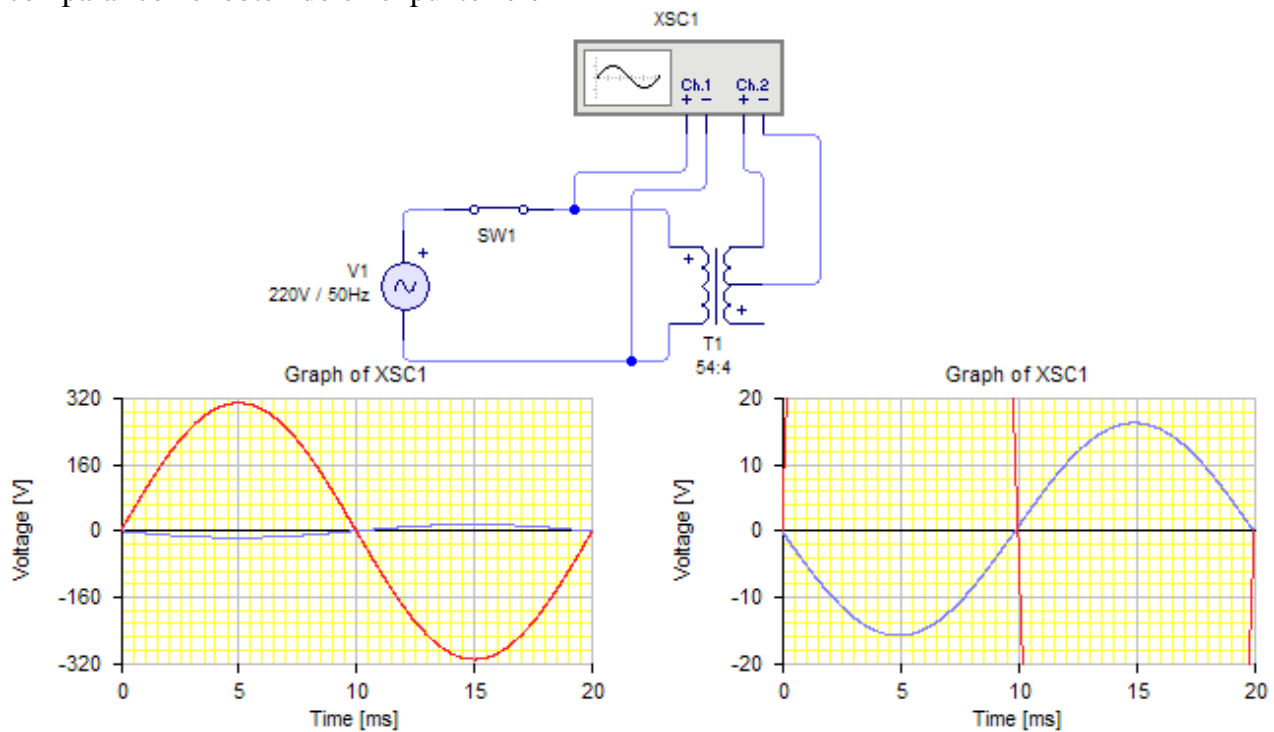

Fig. 4: Relevamiento en vacío del transformador
1.2.2.- Determinar la constante de transformación KL_w , del simulador y verificar la misma con simulación como se indica en la Fig. 4. A partir de las gráficas del osciloscopio. Para esta experiencia configurar el transformador en **54:4**.
1.3. 1.- Implementar en el simulador el circuito de ensayo de vacío del transformador que se muestra en la Fig. 4. A partir de las graficas obtenidas por el osciloscopio obtener los valores característicos de la tensión primaria y secundaria: forma de onda, $V_{máx}$, V_{ef} , periodo y frecuencia.